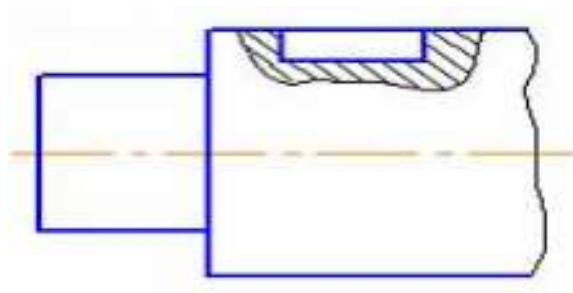

**Рис. 19**
**Как называется элемент детали, обозначенный на чертеже цифрой 2 (Рис. 19)?**